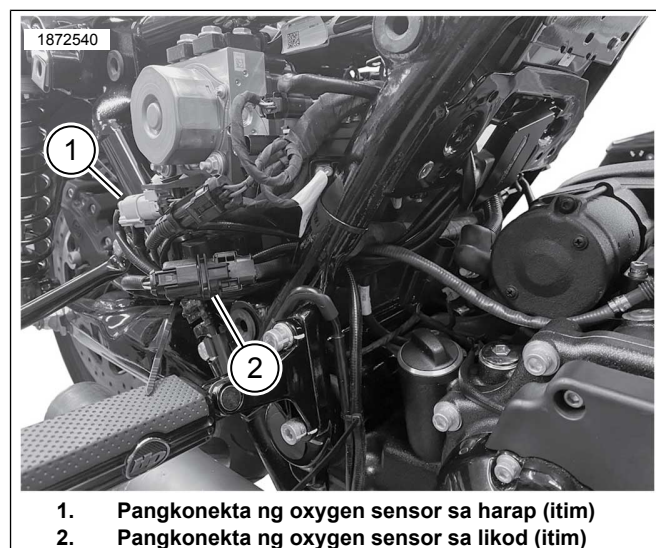

Figure 4. Mga Koneksyon ng Pangunahing Harness ng ATM
12. Tingnan ang Figure 4 at Figure 8 . Iruta ang harap at likurang oxygen sensor connector harness leads (1, 2) pataas patungo sa mga kaukulang connector. Itugma ang kulay ng mga konektor ng harness: Itim sa Itim, Grey sa Grey.
- a. Tingnan ang Figure 4 at Figure 5. Upang alisin ang labis na harness slack, iruta ang likurang oxygen sensor harness malapit sa takip sa gilid kasama ang parehong pagruruta tulad ng iba pang mga konektor.